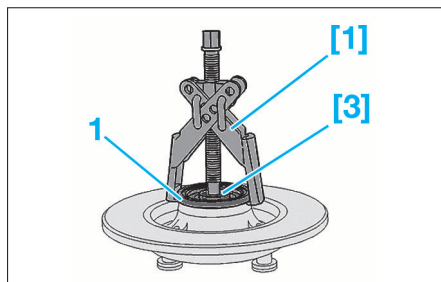

FIG. 48
- Sur ce dernier, placer les outils [3] et [1] (Fig.48).